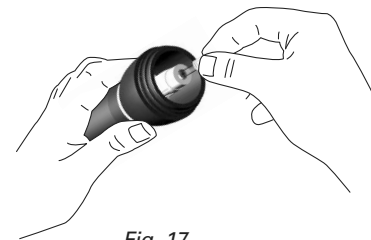

Fig. 17
3. Saisissez fermement l'ampoule (Fig. 17) entre le pouce et l'index. Tirez l'ampoule vers le haut jusqu'à bien dégager les ergots de la prise. Ne jetez pas l'ampoule usée au feu ou dans le compacteur de déchets.
Alignez les ergots de la nouvelle ampoule (Fig. 17) avec les 2 trous de la prise, et appuyez fermement vers le bas.